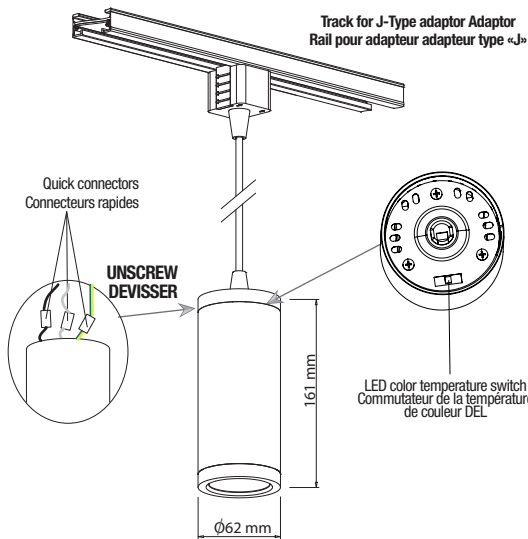
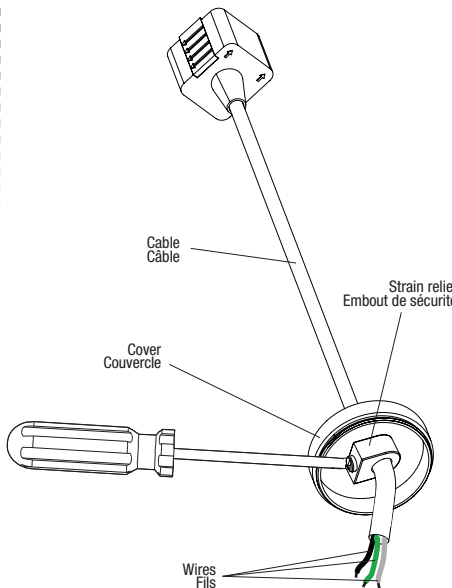

Fig. 1a
Fig. 1b
1. Connect the quick connectors between cylinder module and mounting kit wires (Fig. 1a detail).
2. Select the desired LED color temperature using the switch inside the cylinder (Fig. 1a detail).
3. Assemble the luminaire by screwing the two parts (Fig. 1a).
4. Adjust the power cable length if needed. Slide the cover strain relief by unscrewing the screw and cut the power cable at desired length. Fasten the power cable on the cover using the strain relief (screw the strain relief screw to lock the power cable)(Fig. 1b).
1. Brancher les connecteurs rapides entre les fils du module cylindrique et ceux du kit de montage (détail Fig. 1a).
2. Sélectionner la température de couleur de la DEL choisie à l'aide de l'interrupteur situé à l'intérieur du cylindre (Fig. 1a détail).
3. Assembler le luminaire en vissant les deux parties (Fig. 1a). Insérer les contacts en laiton de l'adaptateur dans l'encoche du rail (Fig. 1b).
4. Ajuster la longueur du câble d'alimentation si nécessaire. Glisser l'embout de sécurité du couvercle en dévissant la vis et couper le câble d'alimentation à la longueur désirée. Fixer le câble d'alimentation sur le couvercle en utilisant l'embout de sécurité (visser la vis de l'embout de sécurité pour bloquer le câble d'alimentation) (Fig. 1b).